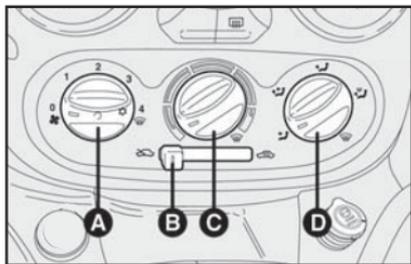

fig. 43
COMANDOS - fig. 43
5) Ar-condicionado: pressionar o seletor **A**-fig. 43.
O ar-condicionado é muito útil para acelerar o desembaçamento, pois desumidifica o ar. É suficiente regular os comandos para a função de desembaçamento e ativar o condicionador, apertando o seletor **A-fig. 43**.
1) Condicionador de ar ligado: seletor **A-fig. 43**.